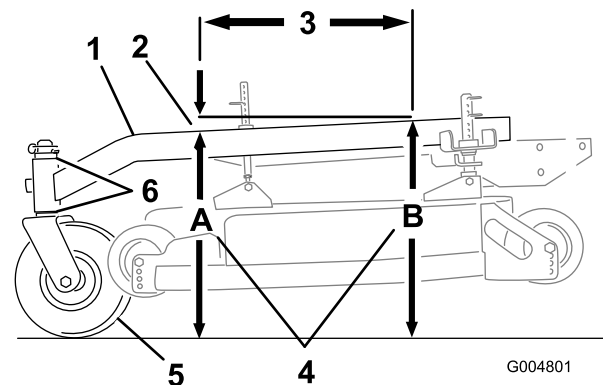

Figure 63
L'inclinaison avant/arrière du bâti porteur doit être comprise entre 3 mm (1/4") et 9 mm (3/8") sur 61 cm (24") de sa longueur (Figure 63).
- Mesurez 61 cm (24") sur le bâti porteur (Figure 63).
- Mesurez la hauteur du bâti porteur au point **A** (Figure 63).
- Mesurez la hauteur du bâti porteur au point **B** (Figure 63).
- La hauteur au point **A** doit être inférieure de 6 à 10 mm (1/4–3/8 po) par rapport au point **B** (Figure 63).
- Si ce n'est pas le cas, déplacez les entretoises des roues pivotantes de manière à obtenir l'inclinaison voulue de 6 à 10 mm (1/4 à 3/8 po) (Figure 63). Déplacez les entretoises en haut ou en bas pour corriger l'inclinaison.